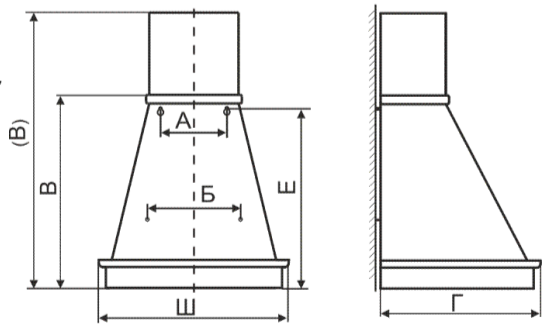

рис. 2
6.3 Крепление кухонной вытяжки (рис. 2, табл. 2, 3):